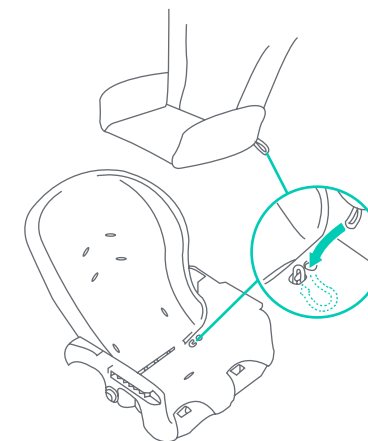

Fig. 9b
- Enganche la parte inferior de la almohadilla del asiento en la base del asiento con dos lazos elásticos ubicados detrás de la parte inferior de la almohadilla del asiento. Éstos se ajustan a las lengüetas de sujeción ubicadas en la base del asiento cerca de la unión entre el respaldo y la base del asiento (Fig. 9b).